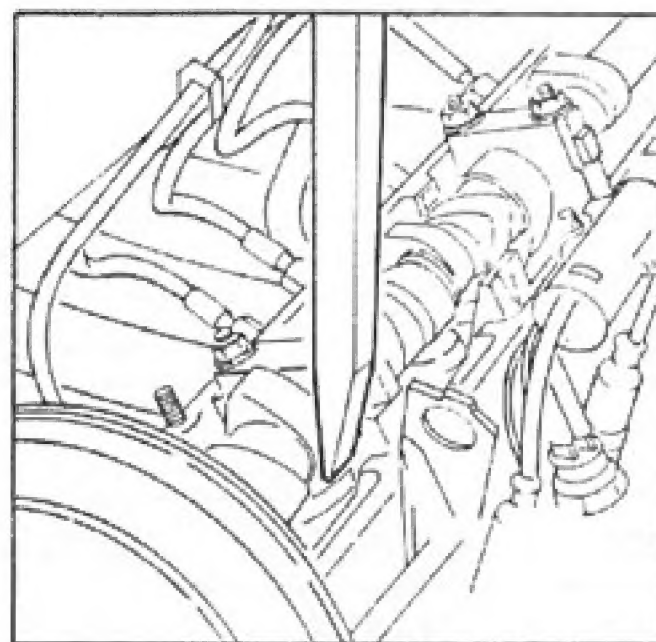

Fig.71 - Forçar o tucho com bastão plástico
7. Forçar o tucho para baixo com um bastão de madeira ou plástico adequado (fig.71).